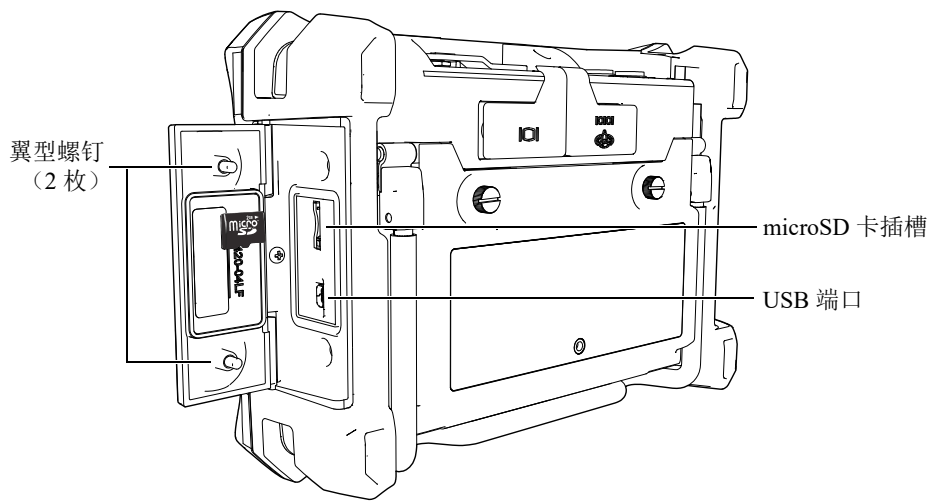

图 2-12 安装 microSD 卡
2. 拧松两个翼型螺钉，然后打开 BondMaster 600 仪器的输入 / 输出（I/O）舱盖（参见第 42 页的图 2-12）。